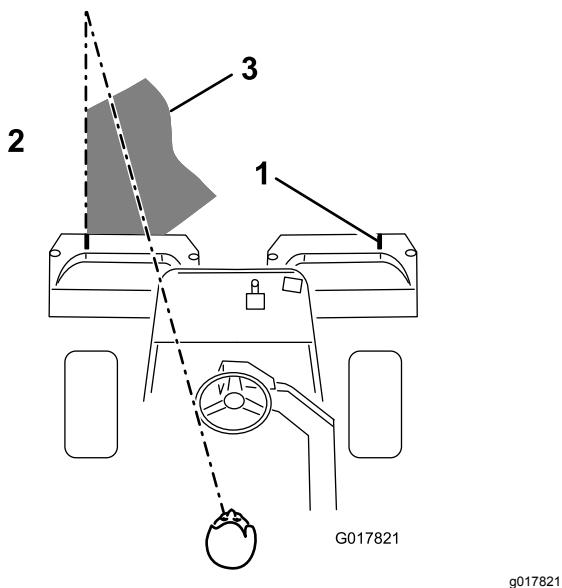

Bild 39
3. Wenn Sie zurückfahren, sollte der neue Mähgang den Ersten ein klein wenig überlappen. Damit Sie in einer möglichst geraden Linie über die Grünfläche fahren und einen gleichmäßigen Abstand zum zuvor gemähten Rasenstück einhalten, sollten Sie sich eine imaginäre Sichtlinie ungefähr 1,8 m bis 3 m vor der Maschine bis zum Rand des noch ungemähten Teils der Grünfläche vorstellen (Bild 39). Manche Leute finden es auch hilfreich, die äußere Kante des Lenkrads in die Sichtlinie mit einzubeziehen, d. h. sie halten das Lenkrad in einer Linie mit einem Punkt, der immer im gleichen Abstand von der Vorderseite der Maschine bleibt (Bild 39).